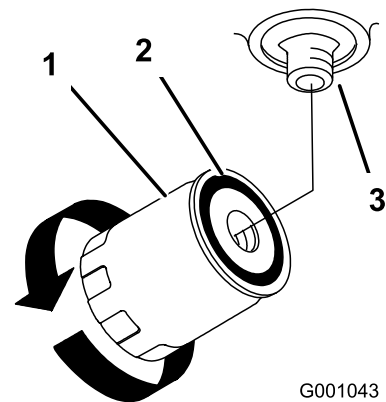

Figure 77
4. Déposez le filtre usagé et essuyez la surface du joint de l'adaptateur (Figure 77).
6. Montez le filtre de rechange sur l'adaptateur, Tournez le filtre dans le sens horaire jusqu'à ce que le joint rejoigne l'adaptateur, puis donnez 1/2 tour supplémentaire (Figure 77).